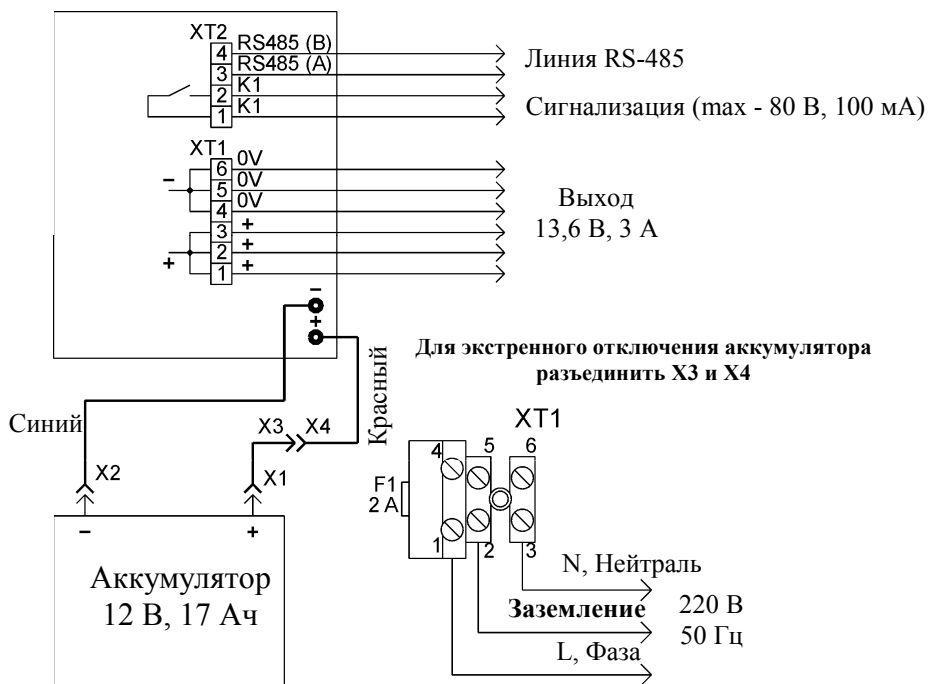

Рисунок 2 Схема подключения «РИП-12 RS»
Изъять вставку F1 для исключения случайного подключения 220 В к плате РИП. При подключении внешнего питающего напряжения 220 В к сетевой колодке необходимо соблюдать правильность подключения проводов «фаза» и «нейтраль». Подключение цепей к РИП производить в соответствии с рис. 2.
2.3.1 Проверить правильность произведенного монтажа в соответствии со схемой подключения «РИП-12 RS» (рис. 2).